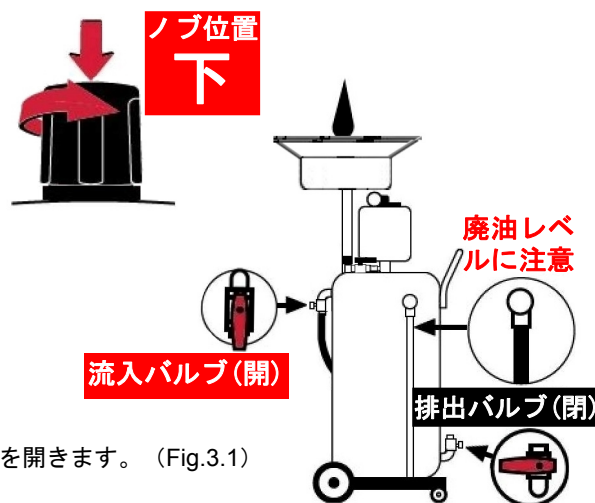

Fig.3.1
- 4) 吸引シリンダー上部のノブ位置を下にし、流入バルブを開きます。（Fig.3.1）